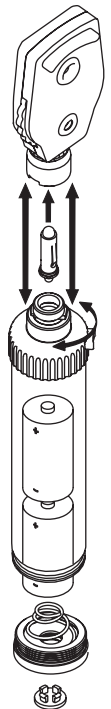

Abb. 2
Überprüfen Sie den Zustand der Batterien regelmäßig, um sicherzustellen, dass keine Anzeichen von Korrosion oder Oxidation zu erkennen sind. Wenn die Batterien ausgetauscht werden müssen, wird empfohlen, neue Alkalibatterien zu verwenden. Zum Austausch der Batterien siehe Abb. 2.
Entfernen Sie den Oberteil des Ophthalmoskops gemäß den Anweisungen in der Gebrauchsanleitung (siehe Abb.2).
- Setzen Sie nach dem Öffnen die Batterien ein und achten Sie dabei auf eine korrekte Polung (siehe Abb. 2).